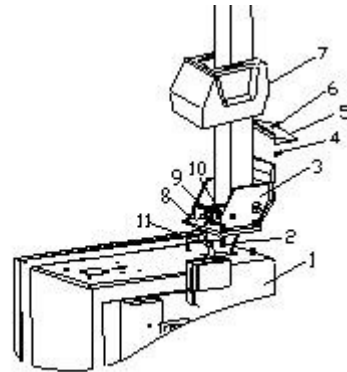

Bild 3
- 2) Sätt svänggångjärnen (**3, Bild 3**) på stammen (**1, Bild 3**).
- 3) Träd luftslangen (**2, Bild 3**) genom hålet i pelaren Kläm med fyra låsningsmutterar (**M12**) (**8, Bild 3**).
- 4) Sätt bulten (**9, Bild 3**) till hål av båda pelaren och den lutande cylinderarmen (**11, Bild 3**) och kläm med en låsande mutter.
- 5) Avskilja bultarna av den vänstra däckan och ta bort skydden, koppla den nämnde luftslangen (**2, Bild 3**) genom hålet på sidan till den femgreniga ventilen.
- 6) Sätt plastskydden på plats (**7, Bild 3**) med två skruvar (**4, Bild 3**).
- 7) Fastsätt den andra plastskydden (**5, Bild 3**) till pelaren med en skruv (**6, Bild 3**).